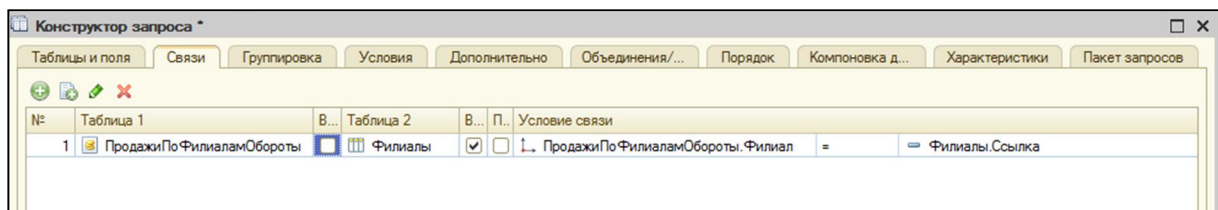

Рис. 63. Вкладка «Связи» окна конструктора
- 3) на вкладке «Связи» (рис. 63) снять флажок «Все» у «Продажи ПоФилиаламОбороты» и установить флажок «Все» для таблицы справочника «Филиалы», чтобы для каждой записи справочника были поставлены в соответствии значения оборота по данному филиалу из виртуальной таблицы регистра;